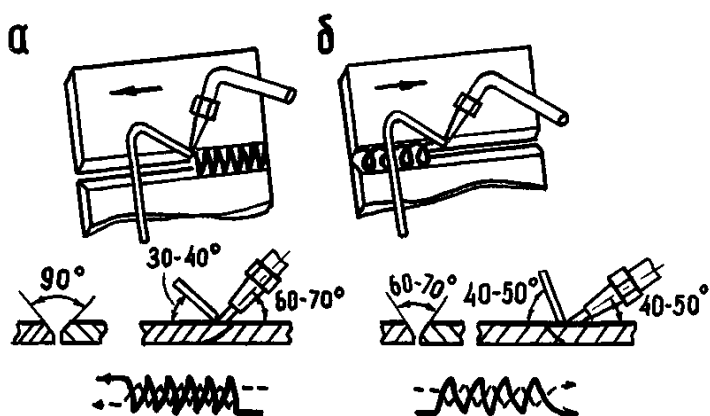

Рисунок 8.2 – Способы сварки: а–левый; б–правый
5. Технология газовой сварки. Правый и левый способ сварки (рис. 8.2).